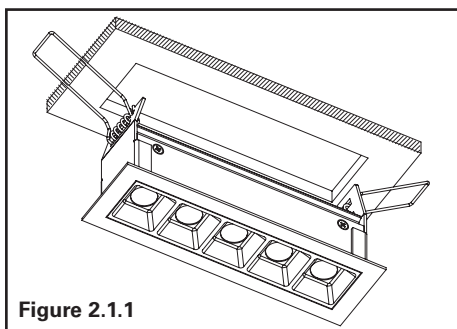

Figure 2.1.1
1. Take the assembled Light engine from the box. (Figure 2.1.1.)
1. Sortez le moteur lumineux assemblé de la boîte (Figure 2.1.1.).
1. Saque el motor de la luz montado de la caja. (Figure 2.1.1).